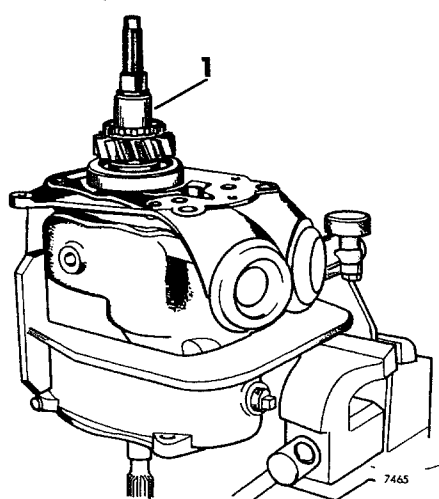

Fig 07-19. Montering av lager och kugghjul för fördelningsväxellåda
9. Montera huvudaxelns bakre lager och kugghjulet till fördelningsväxellådan enligt fig 07-19.